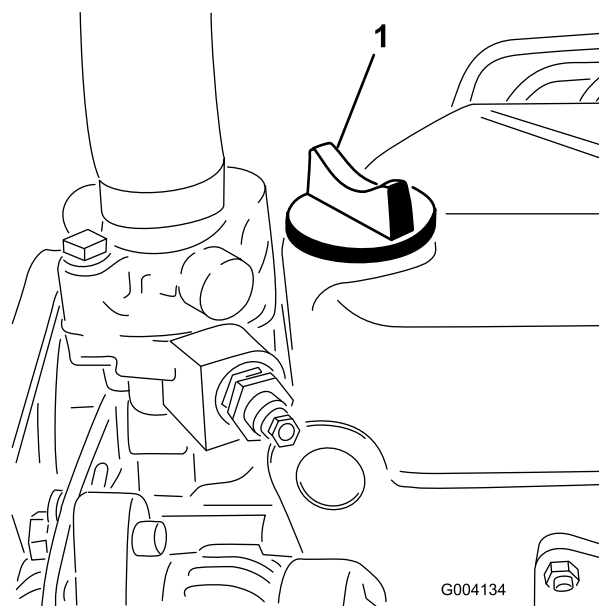

Figura 31
5. Se l'olio non raggiunge la tacca Full, togliete il tappo di riempimento (Figura 31) e aggiungete olio finché il livello non raggiunge la tacca.